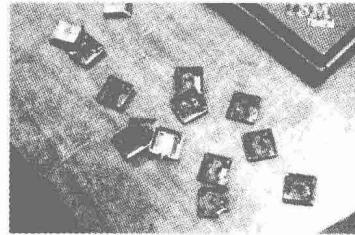

图 1-23 键帽背面进水
- (2) 部分饮料会渗入键盘内部，导致部分键帽背面进水，如图 1-23 所示。